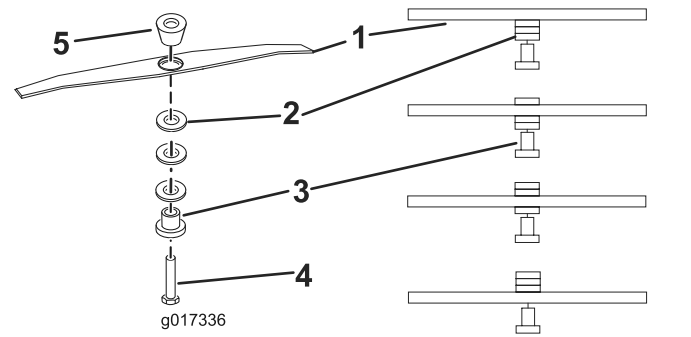

図 13
5. 希望する刈高にあわせてスペーサをセットし、ブレードリテーナとスペーサ **図 13** をもう一度取り付け、 $25 \text{ N}\cdot\text{m}=2.5 \text{ kg}\cdot\text{m}=18 \text{ ft}\cdot\text{lbs}$ にトルク締めする。